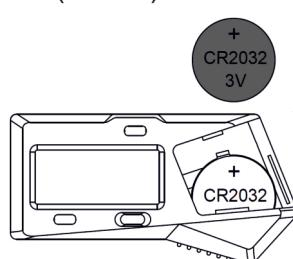

Abb. 2
- » Setzen Sie die CR2032-Batterie so ein, dass die positive Seite (+) nach außen zeigt (Abb. 2).
- » Für einen scheibenförmigen Kontakt zur Messung der Tiefe von Nuten in einem Loch ziehen Sie die Millimeterskala vorsichtig, bis die innere Messfläche des Kontaktpunkts auf einer ebenen Fläche ruht. Setzen Sie den Nullwert durch Halten der „SET“-Taste. Messen Sie dann die Tiefen A1 und A2 (Abb. 2). Die Dicke des scheibenförmigen Kontaktpunkts beträgt x, und der Wert von A2 entspricht dem abgelesenen Wert plus x.